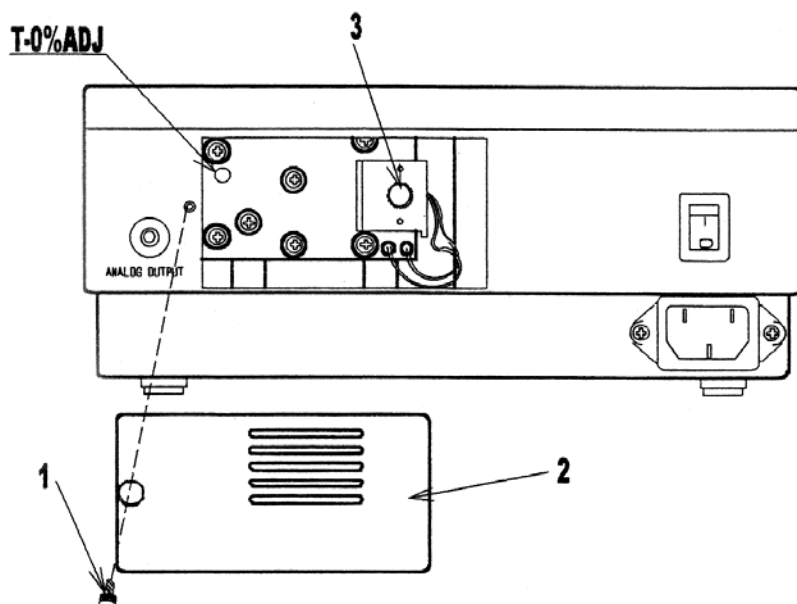
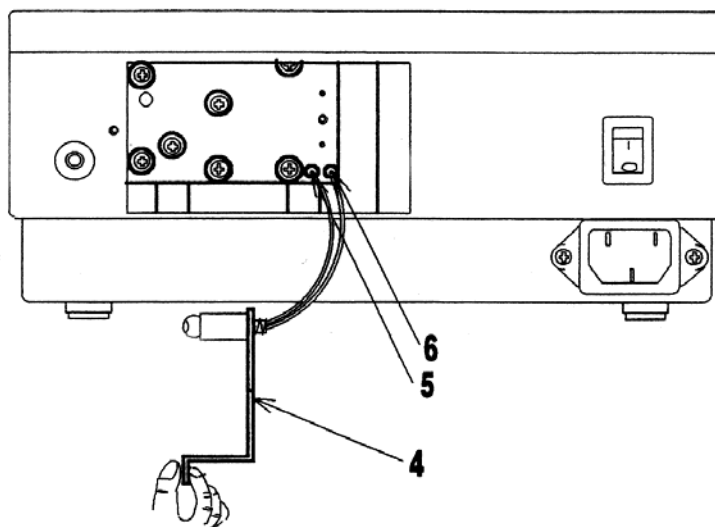

Рисунок 4.
Рисунок 5.
1. Открутите фиксирующий винт и снимите крышку, расположенную на задней панели прибора (Рисунок 4. №1 и №2).
2. Открутите фиксирующие винты, которыми крепится держатель лампы (Рисунок 4. №3 и Рисунок 5. №4), затем открутите 2 винта, удерживающие лампочку (Рисунок 5. №5 и №6).